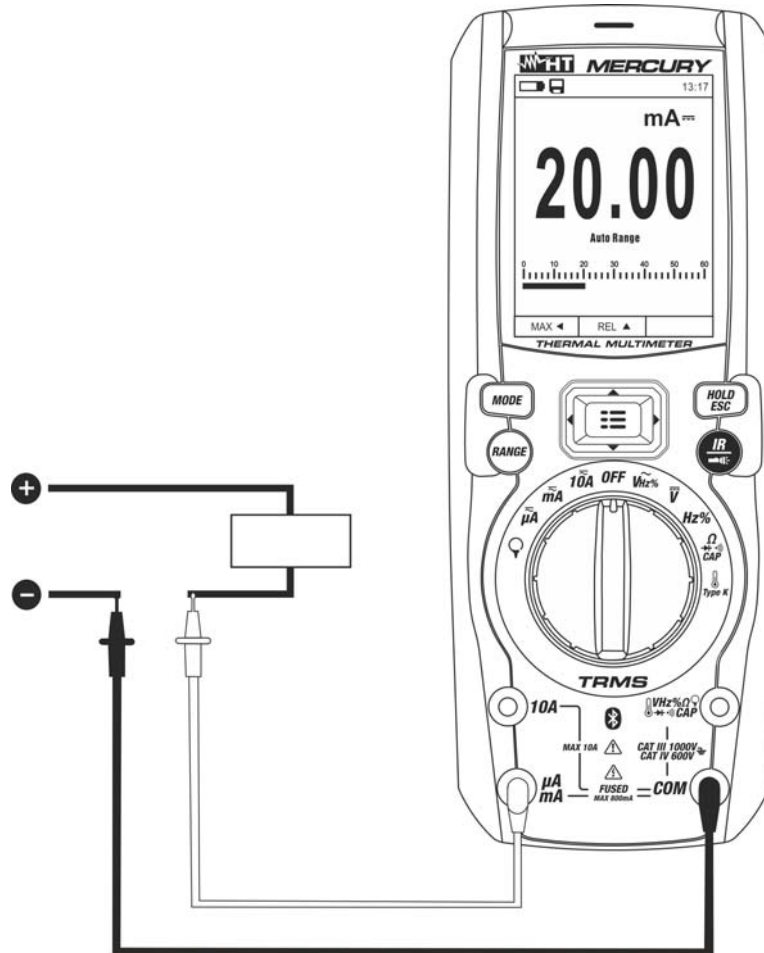

Fig. 28: Uso dello strumento per misura di Corrente DC e AC+DC
4. Collegare il puntale rosso ed il puntale nero in serie al circuito di cui si vuole misurare la corrente rispettando la polarità ed il verso della corrente (vedere Fig. 28)
8. La visualizzazione del simbolo "-" sul display dello strumento indica che la corrente ha verso opposto rispetto alla connessione di Fig. 28